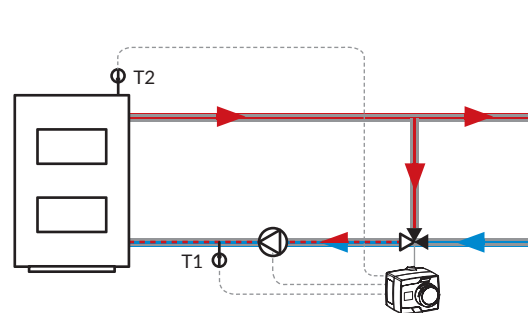
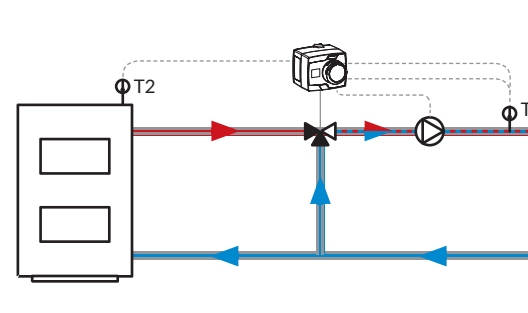

Рис. 9. Схема зі змішувальним клапаном ARV Vario ProClick, встановленим на поверненні до джерела тепла для захисту котла від низькотемпературної корозії
Рис. 10. Схема зі змішувальним клапаном ARV Vario ProClick, встановленим на подаванні для підтримки заданої температури
Виберіть відповідну схему відповідно до системи, в якій встановлено змішувальний клапан. Ви можете вибрати схему з клапаном, встановленим на поверненні до джерела тепла (Рис. 9), на подавальному трубопроводі (Рис. 10) або з 4-ходовим клапаном (Рис. 11).
На останньому етапі необхідно встановити належну шкалу «від 0 до 10» або «від 10 до 0» відповідно до обраної схеми (Рис. 9, Рис. 10, Рис. 11). Щоб змінити шкалу, зніміть пластину, переверніть її і встановіть назад.
- Встановіть датчики температури T1 і T2 відповідно до обраної схеми (Рис. 9, Рис. 10, Рис. 11) за допомогою адаптерів, що входять до комплекту, або спеціально підготовлених занурювальних гільз.